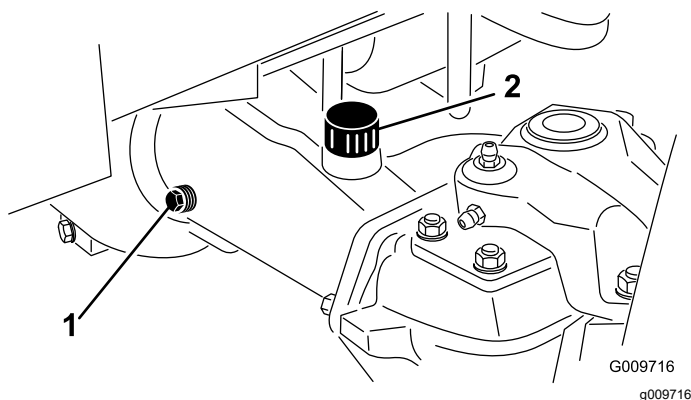

Figura 143
2. Retire el tapón de verificación de un extremo de la carcasa del eje (Figura 143).